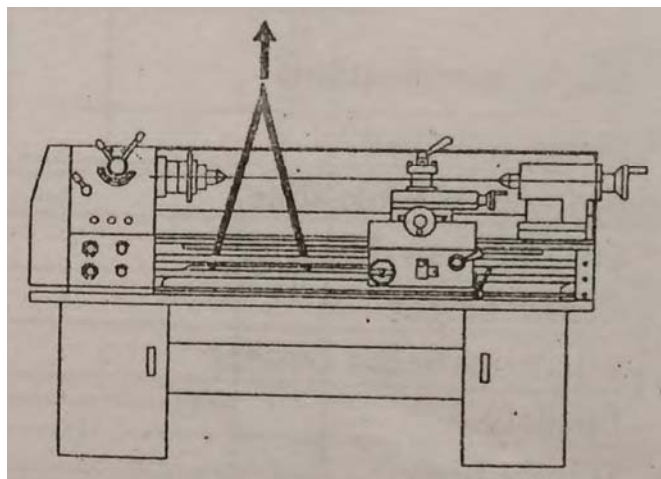

Рис. 2 Положение для подъема станка
3. Выполните строповку станка для его подъема и транспортировки, как показано на Рис. 2.